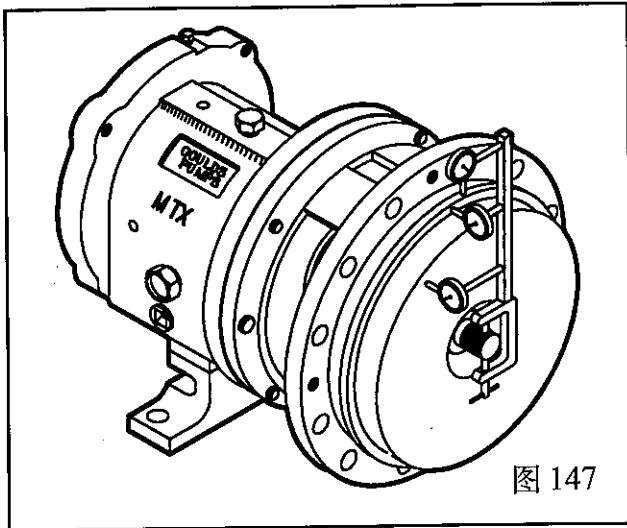

图 147
2. 检查密封腔的跳动量，将百分表旋转360°，如果百分表读数超过0.005英寸(0.13mm)，分析原因并进行校正(图 147)。